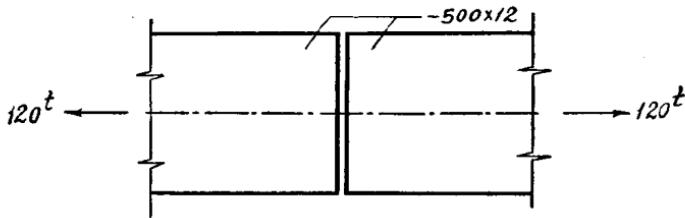

图 3
(1) 钢板尺寸及计算内力见简图3；
(2) 钢材标号——3号钢，